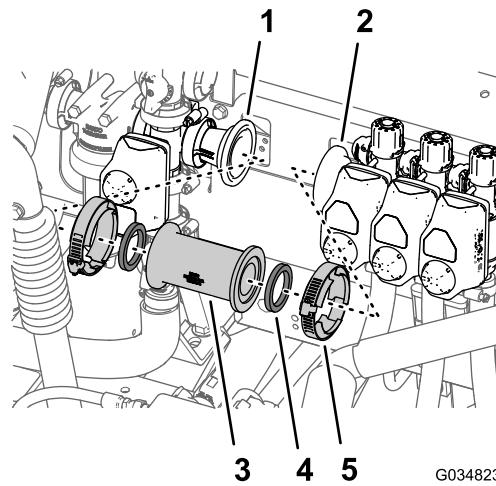

Figura 34
- A. Rimuovete i 2 morsetti flangiati che fissano il tubo dell'accoppiatore agli adattatori del riduttore nella valvola di comando principale e nella valvola di sezione delle barre di sinistra (Figura 34).
- B. Rimuovete l'accoppiatore diritto e le 2 guarnizioni dalla macchina (Figura 34).